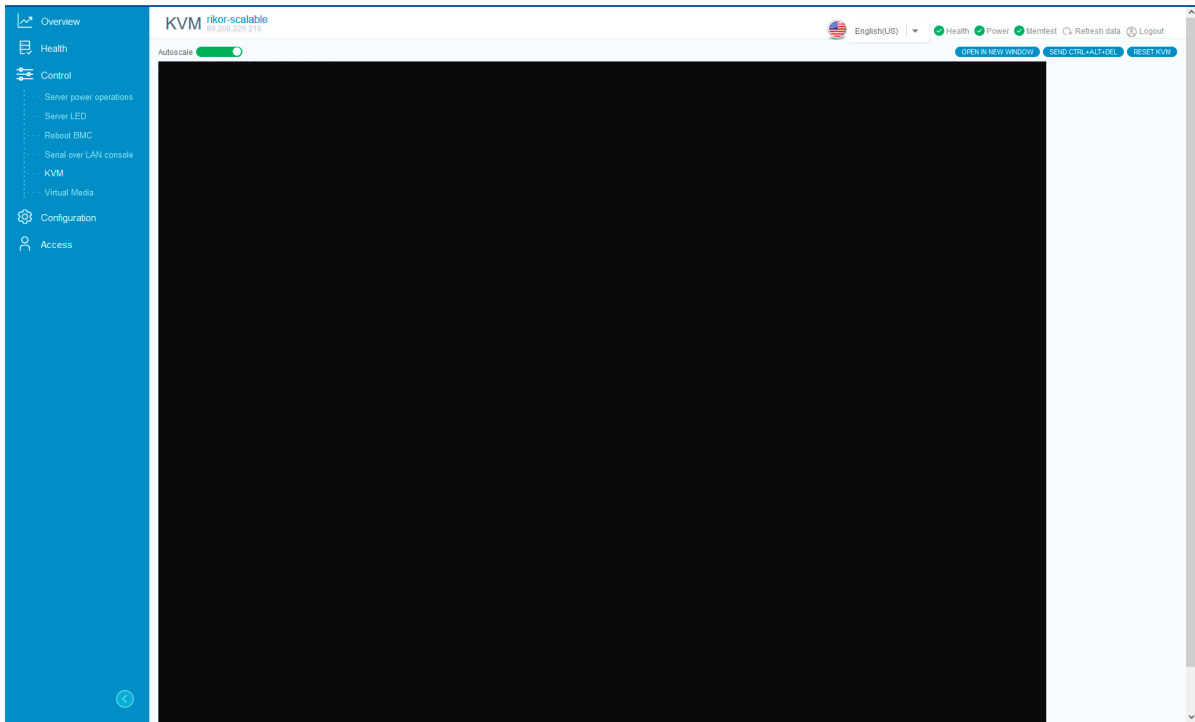

Рис. 72. Окно «KVM»
- 6) Пройдите во вкладку «Control» → «KVM» в данной вкладке осуществляется удаленное управление BIOS. Окно показано на рис. 72 Окно «KVM»